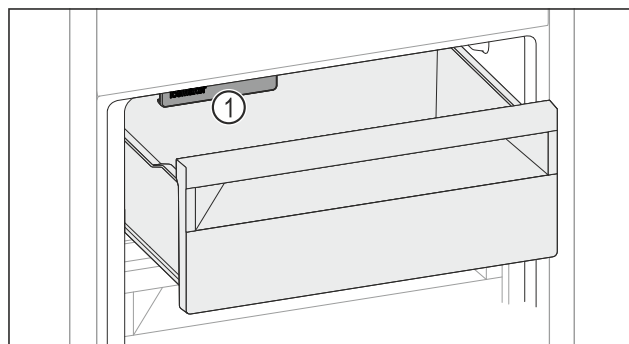

Fig. 162
- ▶ Võtke arvesse IceMaker Fig. 162 (1)it.